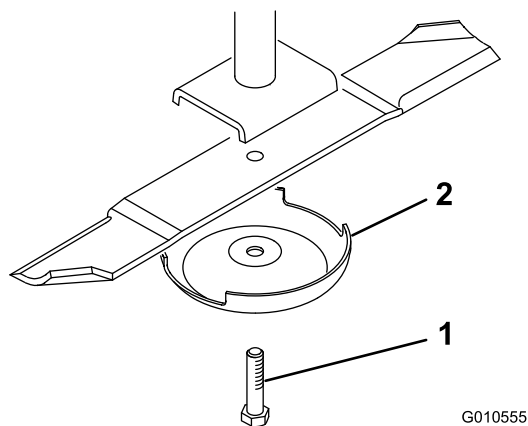

Bild 21
2. Halten Sie das Ende des Messers mit einem stark wattierten Handschuh oder wickeln Sie einen Lappen um es herum. Entfernen Sie die Messerschraube, die Antiskalpierkuppe und das Messer von der Spindelwelle (Bild 21).